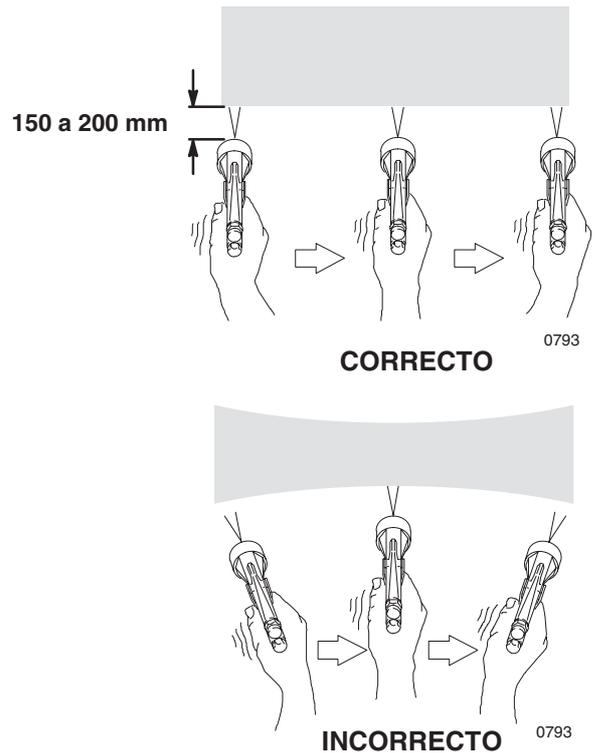

Fig. 13
- Mantenga la pistola perpendicular a la superficie y mantenga una distancia constante de aproximadamente 150 a 200 mm respecto al objeto que se esté pulverizando. Vea la Fig. 13.